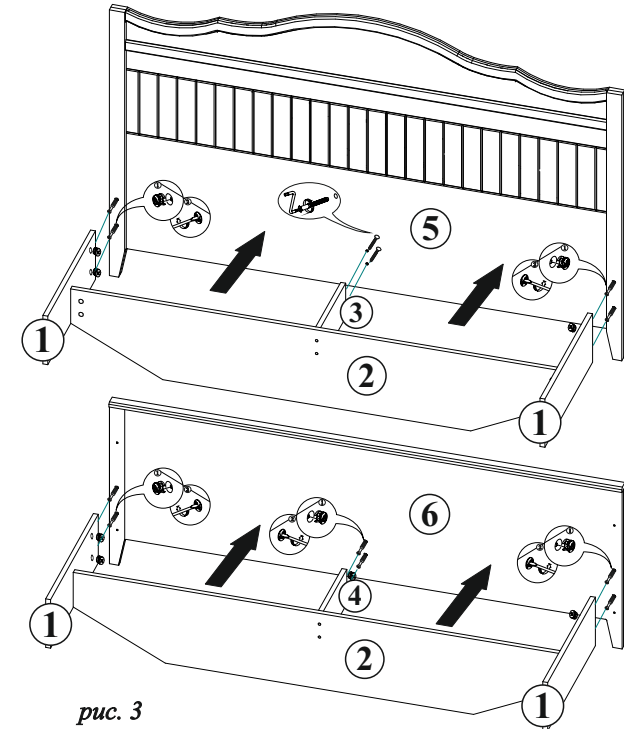

рис. 3
10. Вставьте Штока эксцентриков Щита 6 в отверстия Царг 2 и Вязки 4 и затяните эксцентриковые стяжки рис. 3.